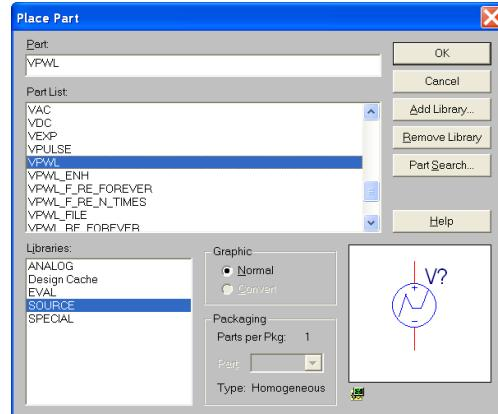

图 55. 加信号源 VPWL
- 1) 加信号源: Place->Part->SOURCE->VPWL, 可见到下面图 55.